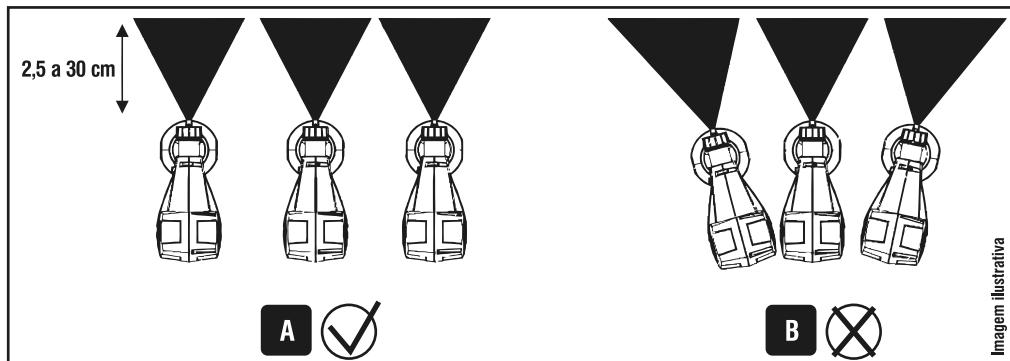

Fig. 6 - Distância ideal para uma boa pintura
- Ajuste o jato de tinta de acordo com o item 5.5 deste manual;
- Ajuste o volume de material de acordo com o item 5.6 deste manual;
- Pulverize a superfície a uma distância de 2,5 a 30 cm do objeto a ser pintado de acordo com a Fig. 6;
- Movimente a pistola de pintura para cima e para baixo, sempre mantendo-a perpendicular à superfície que está sendo pintada, conforme mostra a Fig. 6 (Fig. 6A: correto e Fig. 6B: incorreto).